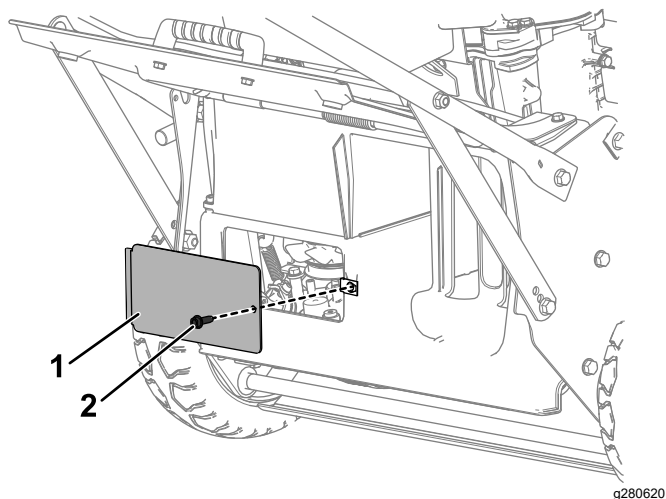

Figure 45
8. Déposez la plaque qui ferme l'ouverture arrière, située sous le déflecteur d'éjection arrière, en retirant le boulon qui la maintient en place (Figure 45).